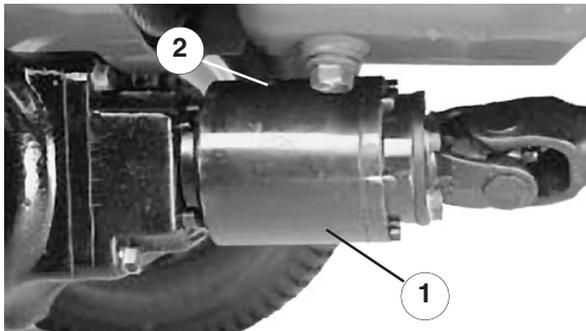

Figure 53
3. Drehen Sie die Kupplung, so dass die Prüfschraube nach unten zeigt (Bild 53).